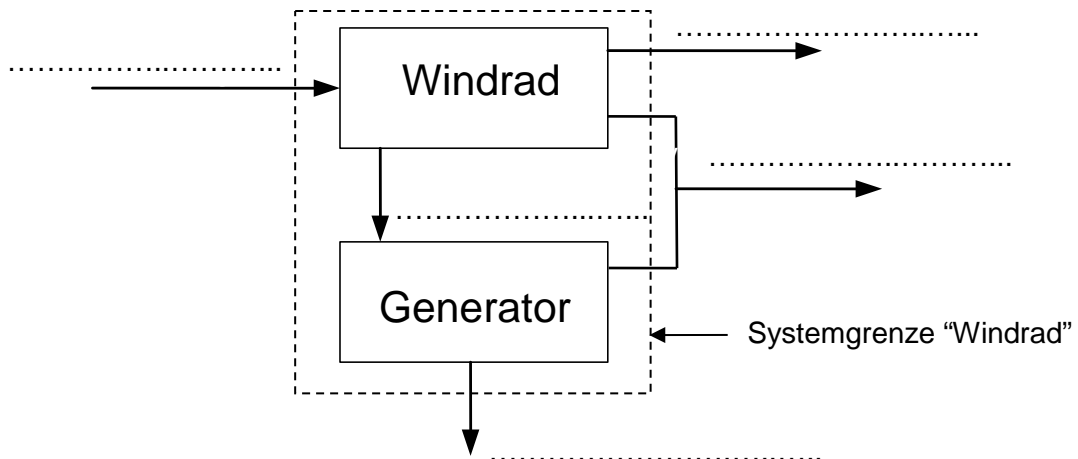

Abbildung 1: Eingangs-/Ausgangsgrößen
2. Ergänzen sie Abbildung 1 mit den Energien die in und aus dem System fließen so wie diejenige die innerhalb der Systemgrenze fließt.